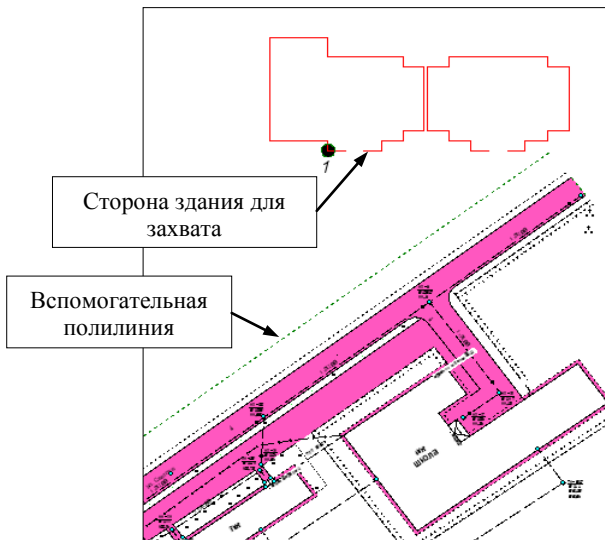

Рис. 4.7
- Захватите курсором южную сторону здания (рис. 4.7), на ней точку 1, а затем вспомогательную полилинию, выполняющую роль касательной.